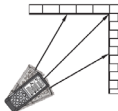

Fig. 5: Ejemplos de medida continua de la distancia
4. Los valores MIN y MAX de la distancia se muestran en las pantallas parciales mientras que la medida que continúa de forma dinámica desplazando el instrumento (vea Fig. 5)